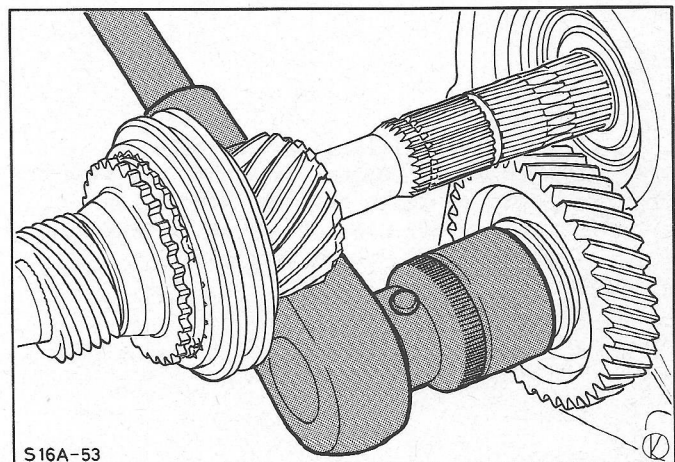

Fig. 12 Moer van het 5e-versnellingsstandwiel verwijderen.
16. Maak het 5e-versnellingsstandwiel los van de secundaire as. Schakel, om de hoofdas en de secundaire as te blokkeren, twee versnellingen in (niet de 4e versnelling). Ontborg de moer en verwijder hem, fig. 12. Verwijder de ring.